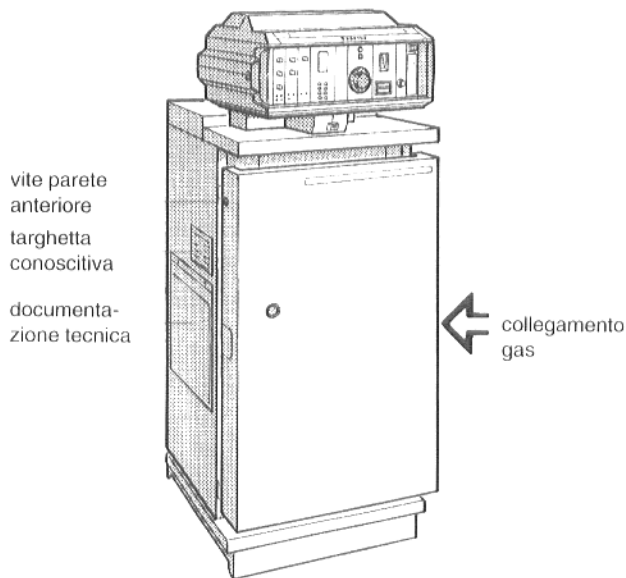

Fig. 18: GE_124 L, a montaggio terminato
- Togliere il settore amovibile per il collegamento del gas sul lato destro del pannello frontale (Fig. 18).
- Avvitare le viti di sicurezza che si trovano sulla sinistra e sulla destra della parte superiore del pannello frontale della caldaia (Fig. 18).
Applicare la targhetta conoscitiva e la busta trasparente con la documentazione tecnica (Fig. 18) sul lato meglio visibile ed accessibile.